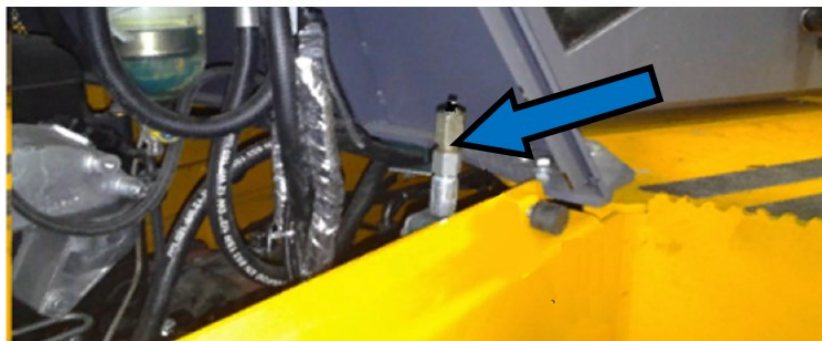

Рисунок 5.113. Точка смазки центральной оси балансирной балки в моторном отсеке
- ▶ Ввернуть резьбовой частью удлинитель рычажно-плунжерного шприца в пресс-масленку (место расположения пресс-масленки на рис. 5.113 показана стрелкой).